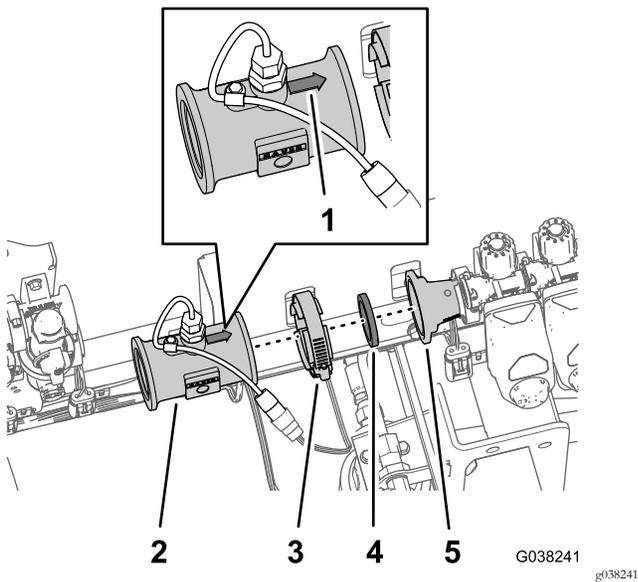

Bild 53
- Fluchten Sie das Durchflussmessgerät mit dem Reduzierstück-Adapter am linken Sprühventil aus; der Pfeil am Durchflussmessgerät sollte nach rechts zeigen (Bild 53).
2. Befestigen Sie das Durchflussmessgerät mit der Dichtung und der Flanschklammer (Bild 53), die Sie in Schritt 2 und 3 in Entfernen des Durchflussmessgeräts von den Ventilverteiltern \(Seite 12\) entfernt haben, am Reduzierstück-Adapter.